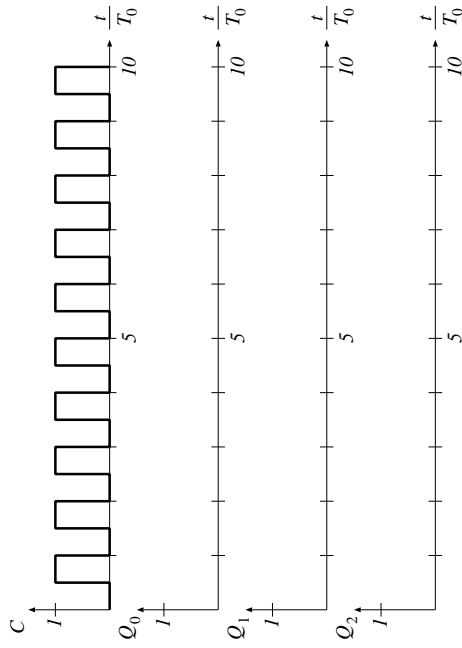

Abb. A60.2: Taktsignal und Impulsdiagramme
A.60.2: Vervollständigen Sie das Impulsdiagramm (Abb. A60.2) !